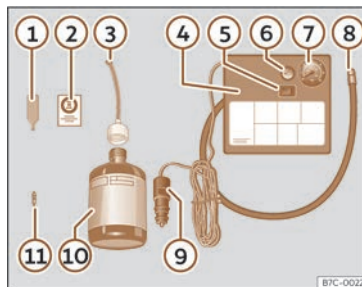

Fig. 237 Representació estàndard: contingut del joc antipunxades.
El joc antipunxades es troba en el compartiment del maleter sota el revestiment del terra. Inclou els components següents >>> **fig. 237**:
- Desenrosqueu el caputxó i l'obús de la vàlvula del pneumàtic. Utilitzeu l'aparell >>> **fig. 237** ① per extreure l'obús. Poseu-lo en una superfície neta.
- Sacsegeu amb força l'ampolla de segellador de pneumàtics >>> **fig. 237** ⑩.
- Enrosqueu el tub d'inflament >>> **fig. 237** ③ a l'ampolla de segellador. El precinte de l'ampolla es trençarà automàticament.
- Traieu el tap del tub d'ompliment >>> **fig. 237** ③ i caragoleu l'extrem obert del tub a la vàlvula del pneumàtic.
>>> **fig. 237 ①** a la vàlvula del pneumàtic.
- Enrosqueu el tub d'inflament del pneumàtic del compressor >>> **fig. 237 ⑧** a la vàlvula del pneumàtic.
- Comproveu que el caragol d'evacuació d'aire està tancat >>> **fig. 237 ⑥**.
- Fixeu el connector >>> **fig. 237 ⑨** a la presa de corrent de 12 volts del vehicle >>> pàg. 240.
- Connecteu el compressor d'aire amb commutador ON/OFF >>> **fig. 237 ⑤**.
- Enganxeu l'adhesiu >>> **fig. 237 ②** al quadre d'instruments, dins del camp visual del conductor.
Torneu a enroscar el tub d'inflament >>> **fig. 237 ⑧** i comproveu la pressió en el manòmetre ⑦.